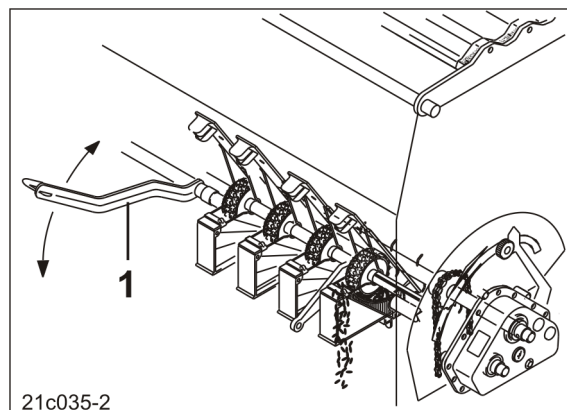

Fig. 150
4. Regule a alavanca do alçapão (Fig. 150/1) alternadamente numa posição entre 1 e 4.